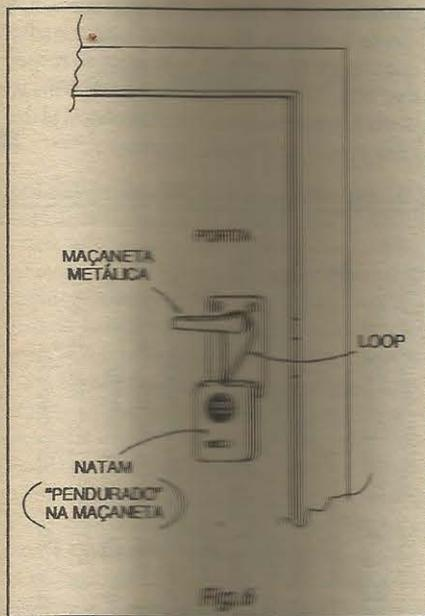

Fig.4
- FIG. 4 - CONEXÕES EXTERNAS À PLACA - O lado pelo qual o impresso é visto no diagrama corresponde ao mesmo já mostrado na figura anterior, só que agora limpo das peças que ficam diretamente sobre o fenolite, para descomplicar o visual... Alguns pontos das conexões externas, merecem atenção: a polaridade da alimentação é um dado, observando que a **velha convenção** indica o **positivo** através da cor **vermelha** no respectivo cabo vindo do **clip** da bateria, enquanto que o **negativo** é representado pelo fio **preto**... Intercalar o interruptor geral da alimentação no cabo do **positivo (vermelho)**. O sinalizador piezo também apresenta terminais polarizados, marcados no **corpo** do